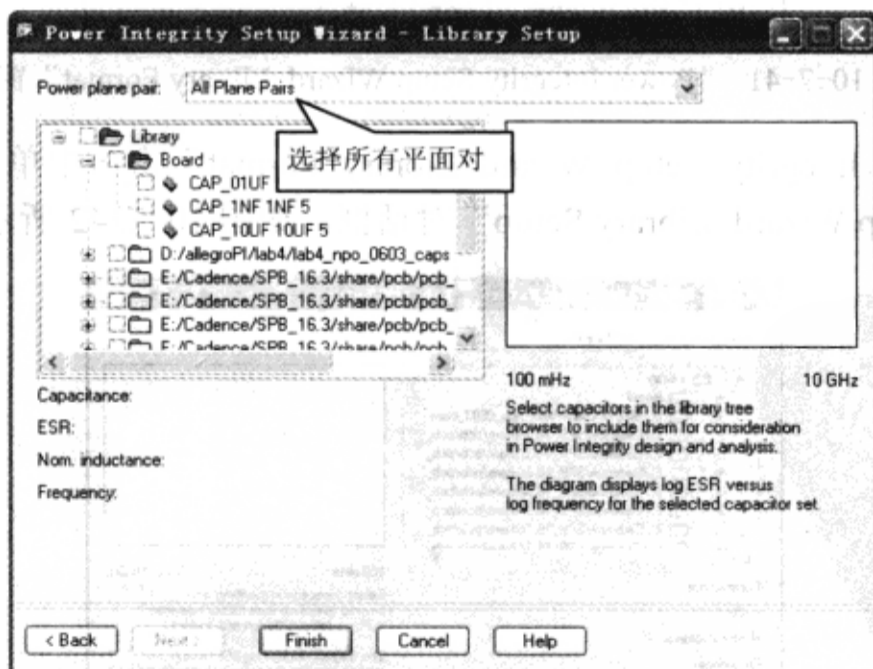

图 10-7-44 选择平面对
(2) 确定在对话框顶部的“Power plane pair”栏中的选择为“All Plane Pairs”，如图 10-7-44 所示。